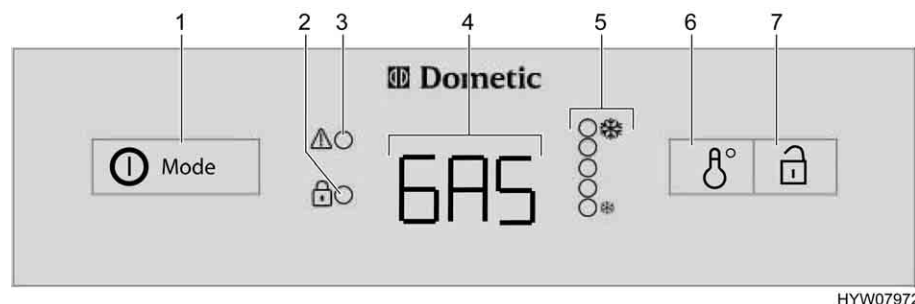

Fig. 139 Boutons de commande pour le réfrigérateur (Dometic Série 8 avec AES)
En cas de dysfonctionnement, l'indicateur DEL de dysfonctionnement "▲" (Fig. 139,3) clignote.
Lorsque l'alimentation 230 V n'est **pas** branchée et le moteur du véhicule tracteur est à l'**arrêt**, le AES choisira automatiquement l'alimentation en gaz. Dès que le fonctionnement au gaz est activé, la veilleuse de sécurité s'ouvre automatiquement, de sorte que le gaz peut arriver au brûleur. En même temps, l'allumage électronique est connecté. Si la flamme s'éteint, p. ex. en raison d'un courant d'air, l'allumage s'active automatiquement et rallume le gaz. En cas de dysfonctionnement du régime au gaz, le texte "GAS" clignote dans le voyant de contrôle (Fig. 139,4).
Lorsque le réfrigérateur est mis en marche, il choisit automatiquement la température moyenne du thermostat. Ce réglage peut cependant être corrigé manuellement à l'aide d'interrupteur réglage de la température (Fig. 139,6). Les indicateurs DEL (Fig. 139,5) indiquent le réglage du thermostat sélectionné. La température de réfrigération de tous les trois types d'énergie est réglée par le même interrupteur. Il faudra attendre quelques heures jusqu'à ce que le réfrigérateur ait atteint sa température normale de réfrigération. Il garde toutefois son réglage de température lorsqu'on change d'un mode à un autre. La température de réfrigération est maintenue indépendamment du type d'énergie choisi.
- Appuyer sur le commutateur/sélecteur de source d'énergie (Fig. 139,1) pendant 2 secondes pour mettre l'appareil en marche. Le dernier mode de fonctionnement sélectionné est indiqué dans le voyant de contrôle (Fig. 139,4).
- Choisir le type d'énergie à l'aide du commutateur/sélecteur de source d'énergie (Fig. 139,1).
- Régler la température de refroidissement sur l'interrupteur de réglage de la température (Fig. 139,6). Les indicateurs DEL (Fig. 139,5) indiquent le réglage du thermostat sélectionné.
- Appuyer pendant 2 secondes sur le commutateur/sélecteur de source d'énergie (Fig. 139,1). Tous les indicateurs s'éteignent.